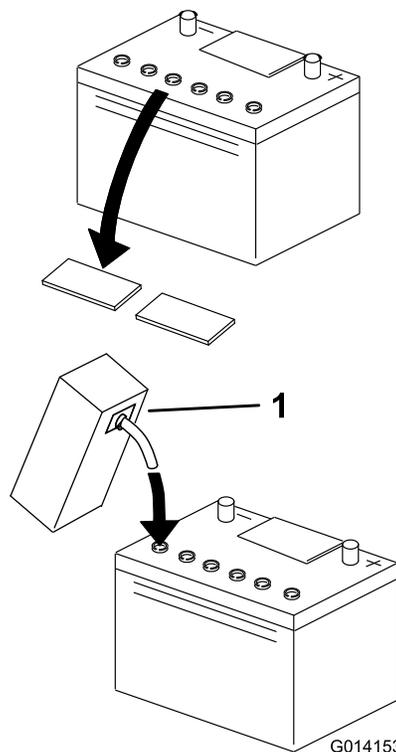

Figura 4
4. Limpie la parte superior de la batería y retire los tapones de ventilación (Figura 4).
5. Con cuidado, llene cada celda de electrolito hasta el nivel correcto (Figura 4).
- Si es necesario, llene cada celda hasta el nivel correcto (Figura 4).